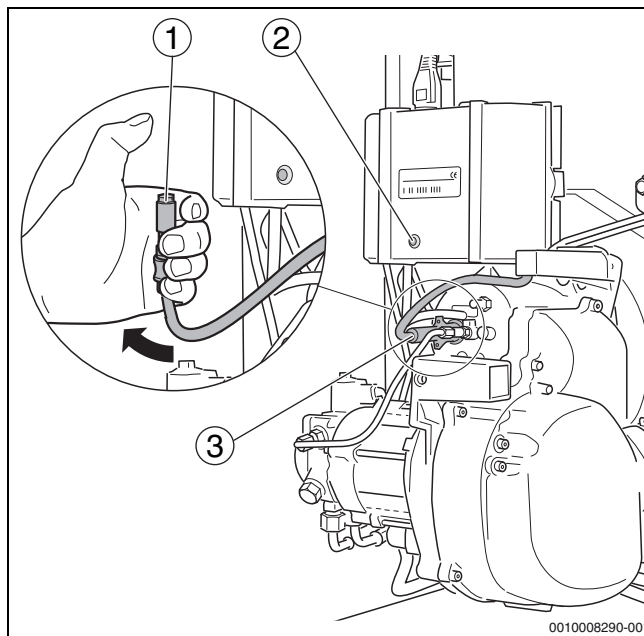

Bild 46 Flammenfühler auf Funktion prüfen
- ▶ Flammenfühler bei laufendem Brenner am vorgesehenen Griff aus der Halterung ziehen (→Bild 46, [3])
- ▶ Flammenfühler mit Daumen abdecken (→Bild 46, [1]). Es muss nach Wiederanlauf eine Störabschaltung erfolgen.
- ▶ Nach einer Wartezeit von ca. 30 Sekunden den Feuerungsautomat durch Drücken der Reset-Taste (→Bild 46, [2]) oder der Reset-Taste am Regelgerät entriegeln.